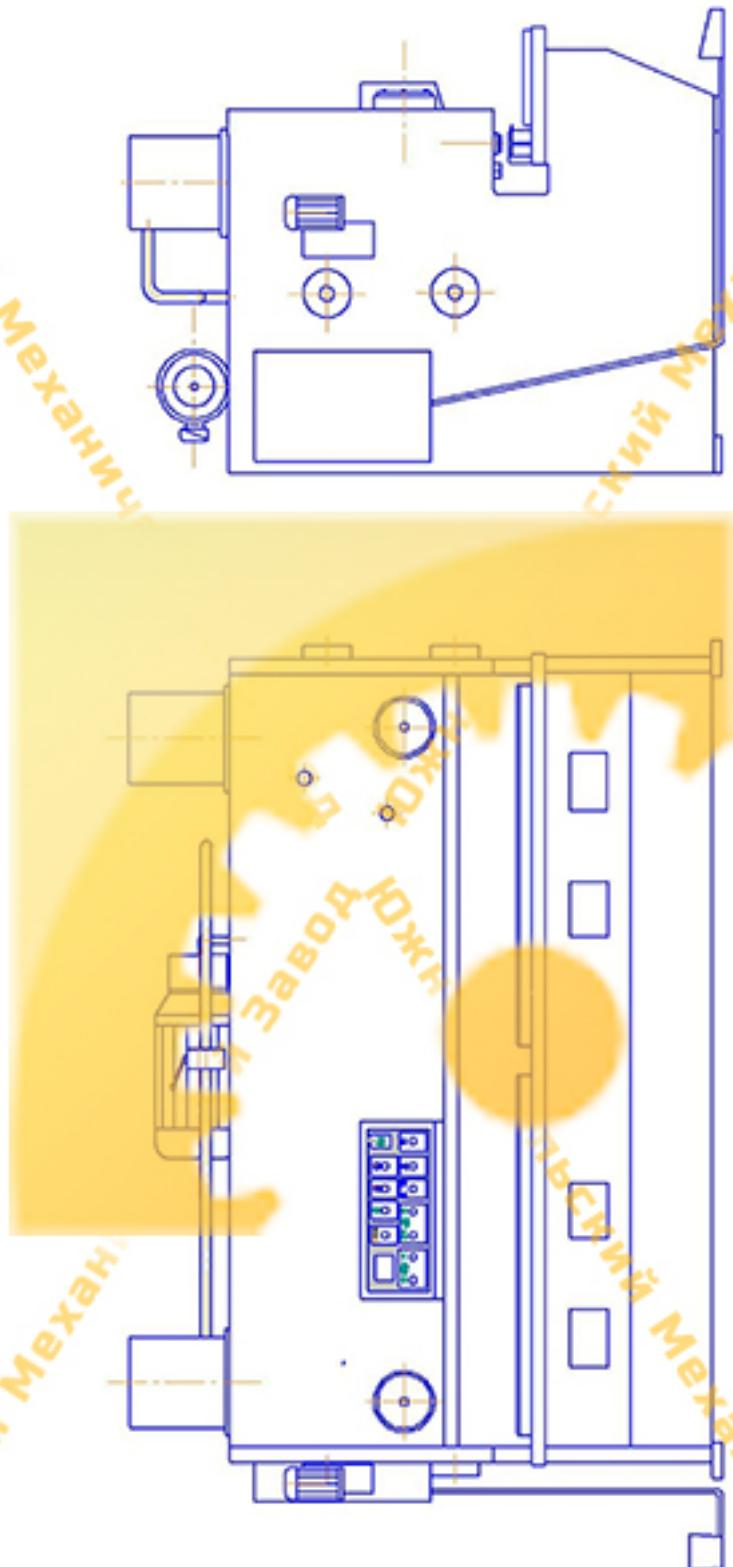

Рис. 1 Общий вид.
Ножницы гидравлические листовые с наклонным ножом модели (рис.1) предназначены для резки листового материала с $\sigma \leq 45 \text{ кг}/\text{мм}^2$.
1.1. Общий вид (Рис. 1).